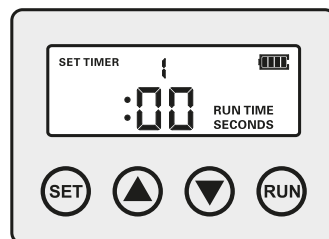

ABBILDUNG 3
4. Wenn Sie die Einstellungen für die Vorschubzeit eingeben, erscheint "RUN TIME" im Display (siehe Abb. 3). Die Dauer der einzelnen Fütterungen kann mit den Tasten "Auf" und "Ab" eingestellt werden. Die Dauer der Fütterung kann von 0 bis 20 s eingestellt werden, wobei 0 s bedeutet, dass keine Fütterung stattfindet.